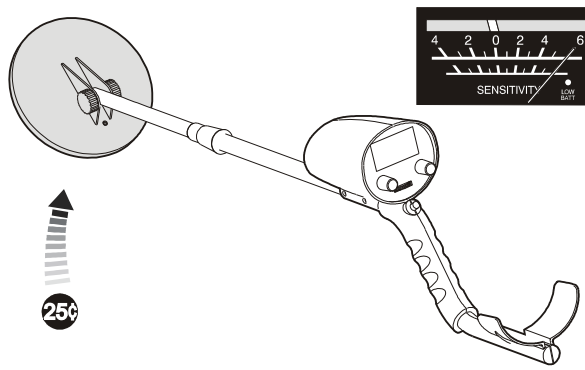

Figura.13
- Deje que la moneda de plata se acerque lentamente a la bobina de búsqueda; el indicador del medidor se desviará a la derecha y el sonido será más fuerte. (Figura.13)